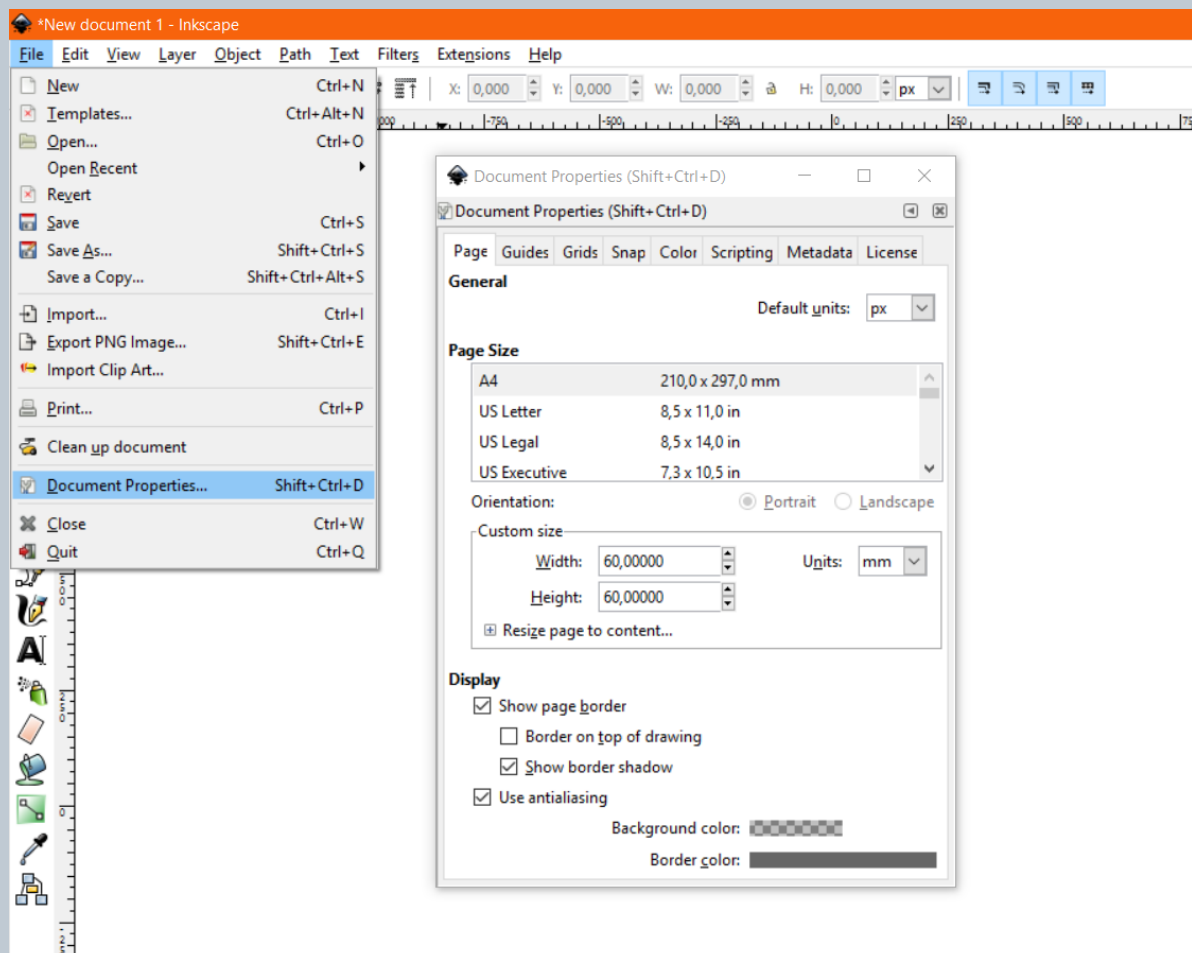

Fig. 40
- Selezionare dal menu a tendina "File" -> "Proprietà del documento" e impostare "Dimensione pagina" Larghezza 60 e Lunghezza 60, mentre le "Unità predefinite" e "Unità" a "mm" per creare un'area di lavoro corrispondente a quella di LumiPocket LT, come da Fig. 40.